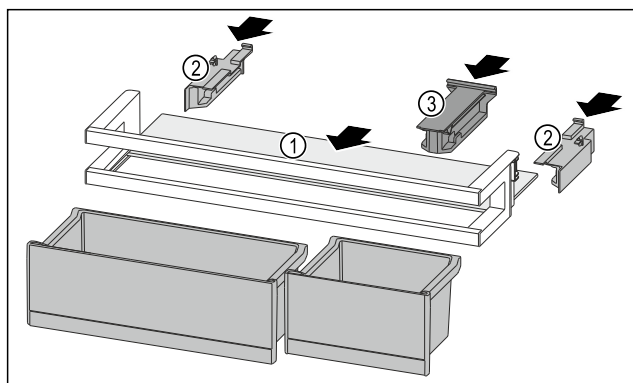

Fig. 142
- Inserire il ripiano Fig. 142 (1) negli incavi laterali.
- Inserire gli elementi laterali Fig. 142 (2).
- Inserire l'elemento di tenuta Fig. 142 (3).